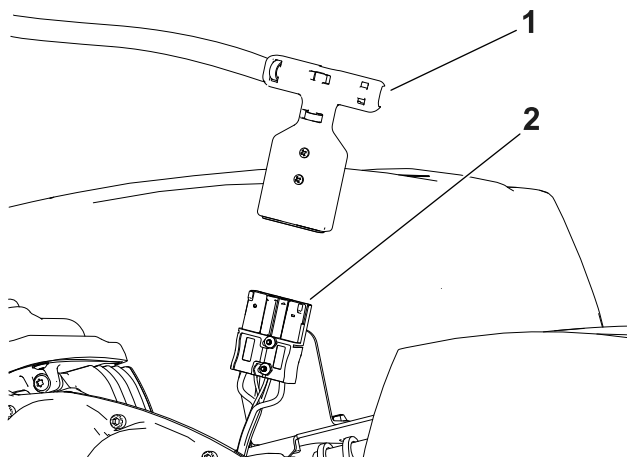

Figura 19
4. Desconecte el conector en T del arnés de cables principal en el conector del suministro eléctrico principal situado en la base de la batería (Figura 19).